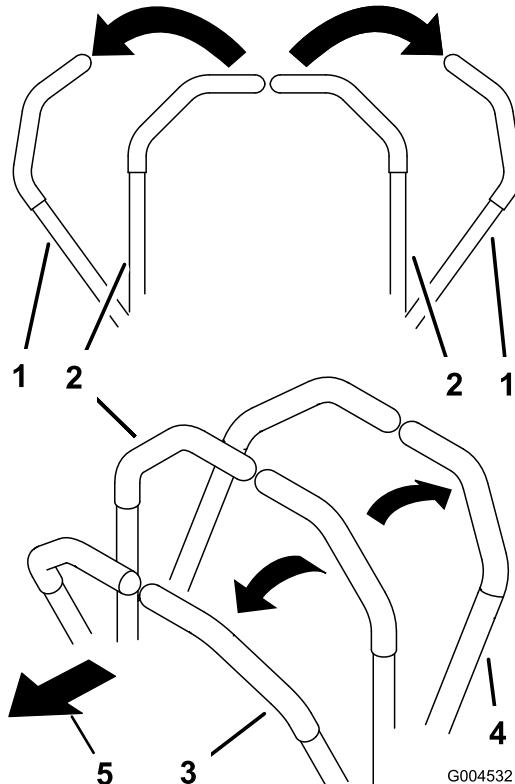

Figura 23
- Para mover para a frente empurre as alavancas de controlo do movimento para a frente (Figura 23).
- Para mover para trás, puxe lentamente as alavancas de controlo do movimento para trás (Figura 23).
- Para rodar, desaccelere a máquina puxando para trás ambas as alavancas e depois empurrando para a frente a alavanca do lado oposto daquele que quer virar (Figura 23).